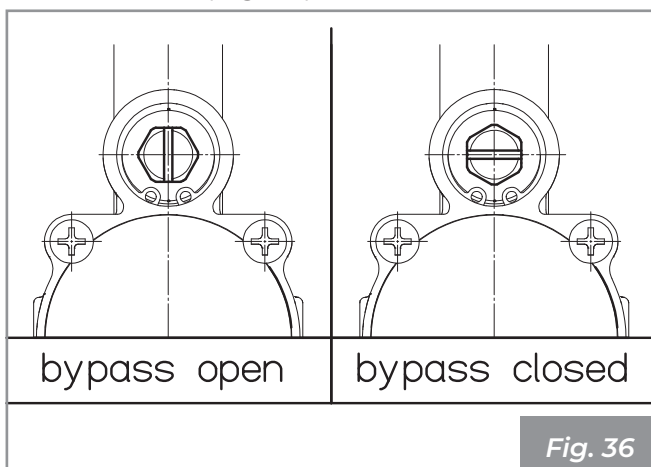

Fig. 36
- Fermer le robinet bypass situé sur la vanne anti-condensat (Fig. 36).